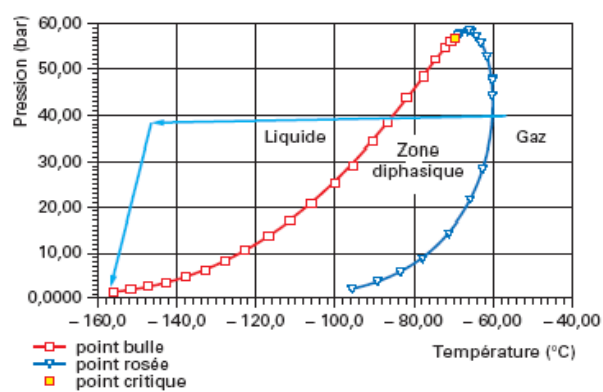

Fig. 4.3 : Chemin thermodynamique de liquéfaction de gaz naturel
- Pour liquéfier le gaz naturel, le chemin thermodynamique suivi est indiqué par la figure 4.3.